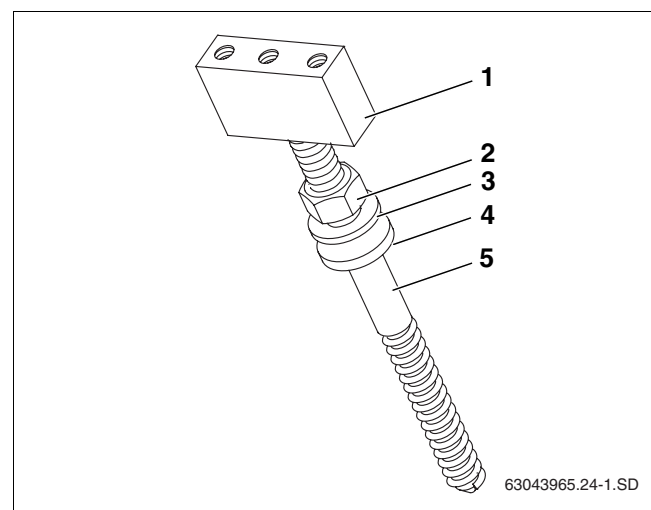

Fig. 23 Sequenza di montaggio delle viti prigioniere
- Per il montaggio delle viti prigioniere rispettare la sequenza dei singoli pezzi (fig. 23).
- Ruotare il blocco di fissaggio (fig. 23, **pos. 1**) fino all'arresto sulla vite prigioniera (fig. 23, **pos. 5**).